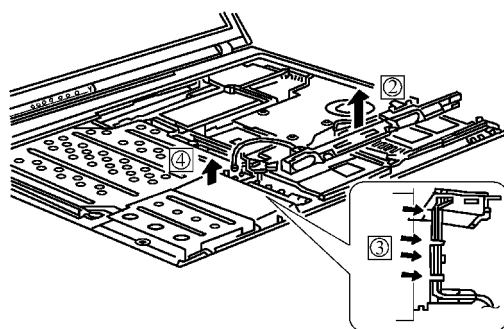

图 6-29 拆卸出音响
线，最后按箭头“④”方向拔出连接线后即可取出音响，如图 6-29 所示。